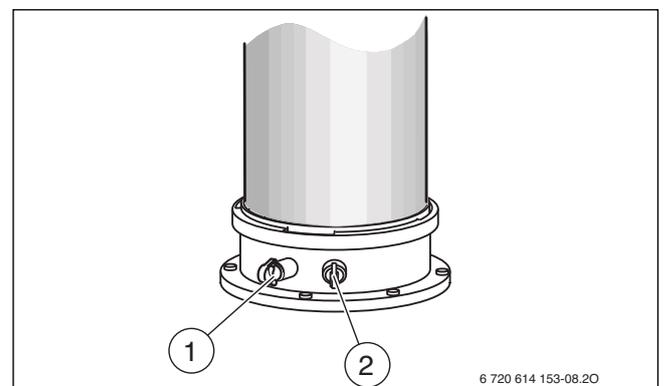

Рис. 44 Штуцер для измерения дымовых газов и штуцер для измерения воздуха для горения
- ▶ Снимите заглушку с измерительного штуцера дымовых газов [1] (→ рис. 44).